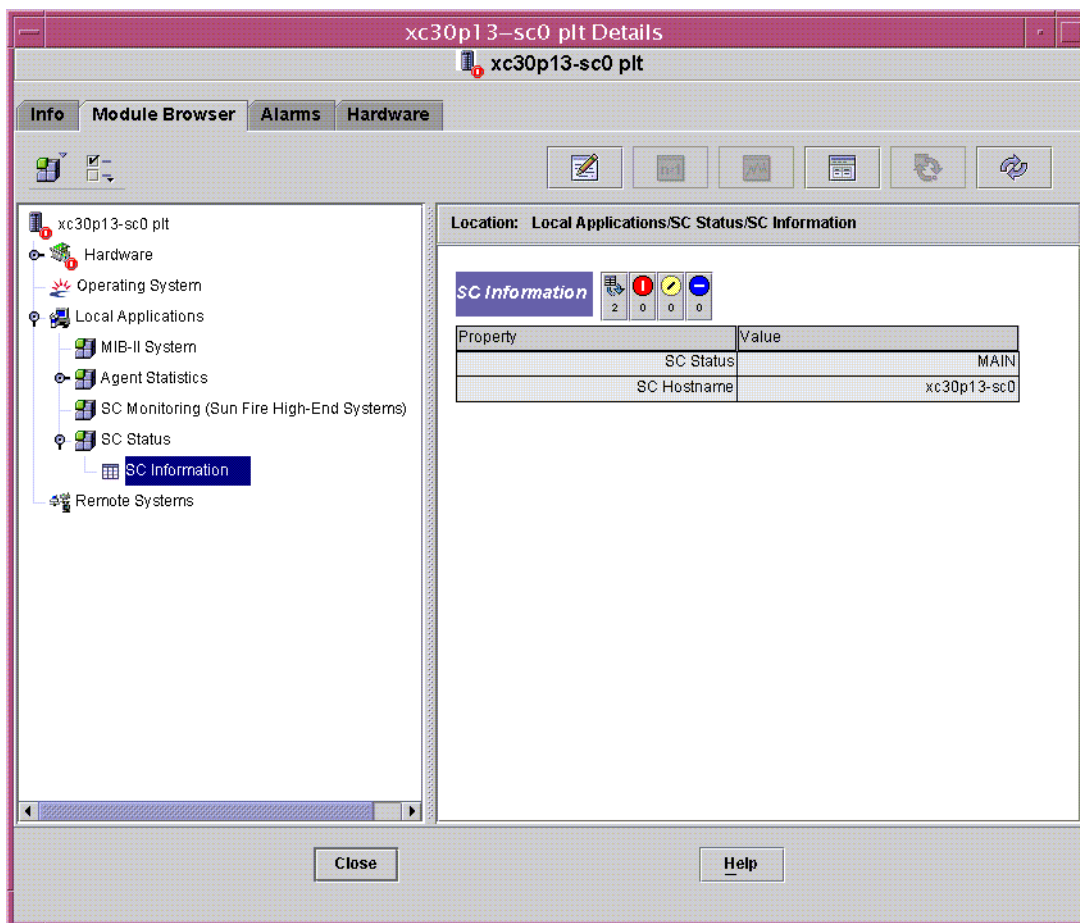

图 6-6 显示 MAIN 状态的 SC 信息
图 6-6 显示了“SC Status（SC 状态）”模块的图标，它在主机 (SC) “Details（细节）”窗口中的“Module Browser（模块浏览器）”选项卡和“Local Application（本地应用程序）”图标下显示。图 6-6 还显示了“SC Information（SC 信息）”图标，它位于“SC Status（SC 状态）”图标下，可单击它来查看 SC 信息表。
- MAIN — 此系统控制器充当主系统控制器（图 6-6）。